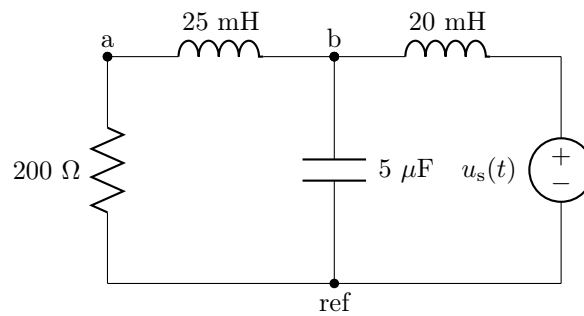

Figura 4.11: Circuito del problema 39.
39. En el circuito de la figura 4.11, agrupando impedancias y aplicando divisor de tensiones, halla las tensiones  $u_a(t)$  y  $u_b(t)$  si  $u_s(t) = 1,2 \cdot \cos 4.000t$  V.